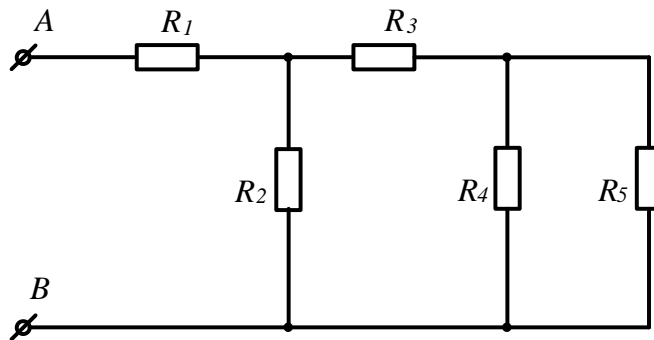

Рисунок 7
**Задача 2.** Определить эквивалентное сопротивление цепи (рис.7) между зажимами АВ, если  $R_1=2,5 \text{ Ом}$ ,  $R_2=6 \text{ Ом}$ ,  $R_3=2 \text{ Ом}$ ,  $R_4=1,5 \text{ Ом}$ ,  $R_5=3 \text{ Ом}$